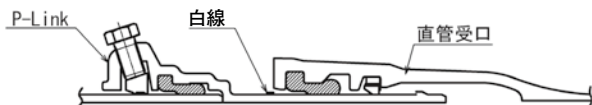

図58 直管受口との接合
- (1) 「管の清掃」から「挿し口の挿入」までは直管の接合要領と同じである。ただし、挿入量はP-Link外面に表示してある白線の幅の中に直管受口端面を合わせる(図58参照)。また、ライナを装着した直管受口への接合はIV 2.「直管受口にライナを使用する場合」(P33～38)を参照すること。
- (2) 「ゴム輪の位置確認」から「チェックシートの記入」は直管の接合要領と同じである。